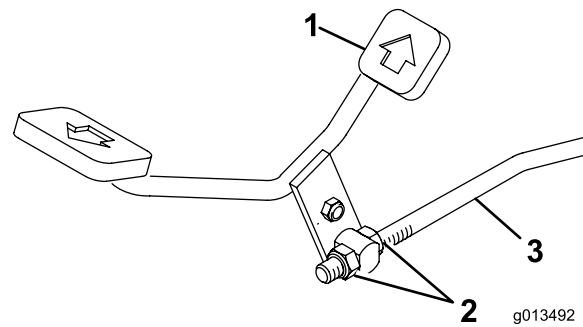

Bild 22
3. Lösen Sie die Klemmmutter an der Schaltstange (Bild 22).